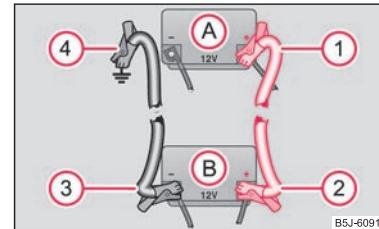

Abb. 157 Starthilfe mit der Batterie eines anderen Fahrzeugs: A – entladene Fahrzeugbatterie, B – stromgebende Batterie
- Befestigen Sie ein Ende **1** am Pluspol ⇒ Abb. 157 der entladenen Batterie **A**.